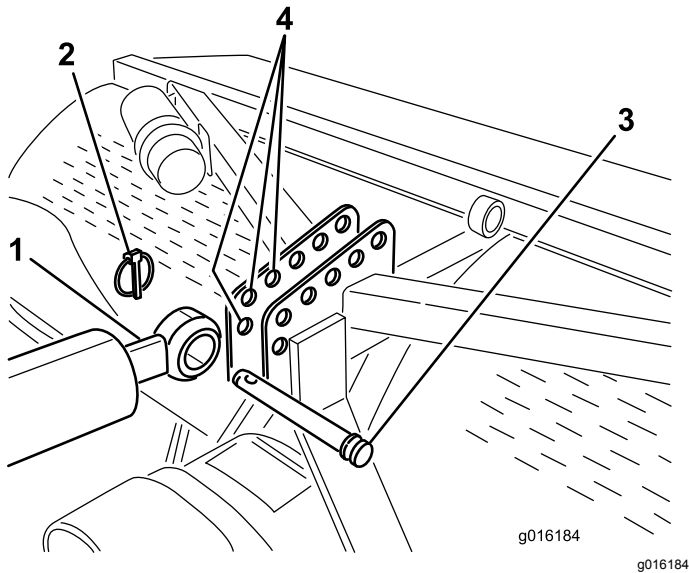

**Figura 5**
1. Sujete el extremo del brazo hidráulico superior que lleva el soporte de conexión al tractor con los pernos suministrados con el tractor (Figura 5). Coloque el brazo superior hidráulico con el extremo de la varilla hacia el aireador. Los orificios del cilindro deben estar orientados hacia el sistema hidráulico auxiliar del tractor.
**Nota:** Si es necesario colocar el cilindro hidráulico con los orificios hacia arriba, utilice la barra de giro en lugar de la barra de montaje de serie para posicionar correctamente el cilindro (Figura 5). Puede utilizarse un acoplamiento hidráulico de 90 grados en lugar de la barra de giro (los acoplamientos no están incluidos).
- A. Retire el pasador y la chaveta que sujetan el acoplamiento de serie al cilindro (Figura 5). Retire el acoplamiento del cilindro.
- B. Instale la barra de giro en el cilindro con los pasadores que retiró anteriormente (Figura 5).
2. Conecte la manguera hidráulica de 107 cm de largo al conector hidráulico del brazo superior que está más próximo al aireador (Figura 5). Aplique cinta sellante en las roscas de la tubería o compuesto en las roscas de la manguera para evitar fugas.
3. Conecte la manguera hidráulica de 76 cm de largo al conector hidráulico del brazo superior que está más próximo al tractor (Figura 5). Aplique cinta sellante en las roscas de la tubería o compuesto en las roscas de la manguera para evitar fugas.
Si el cilindro hidráulico no llega al soporte de montaje del aireador, utilice una barra de extensión en lugar del bloque de montaje estándar para conectar el cilindro al tractor (Figura 5).
- Retire el pasador y la chaveta que sujetan el acoplamiento de serie al cilindro (Figura 5). Retire el acoplamiento del cilindro.
- Instale la barra de extensión de la longitud necesaria en el cilindro con los pasadores que retiró anteriormente (Figura 5).